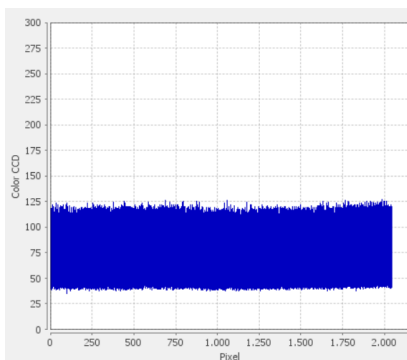

Figura 10: Sinal Verde teste 2
- Teste Verde 2: Apertar o botão Enviar 1000 para o ganho AD Verde Par e logo em seguida, Atualizar Canal Verde novamente. Uma imagem como a figura 10 deve ser exibida na tela;